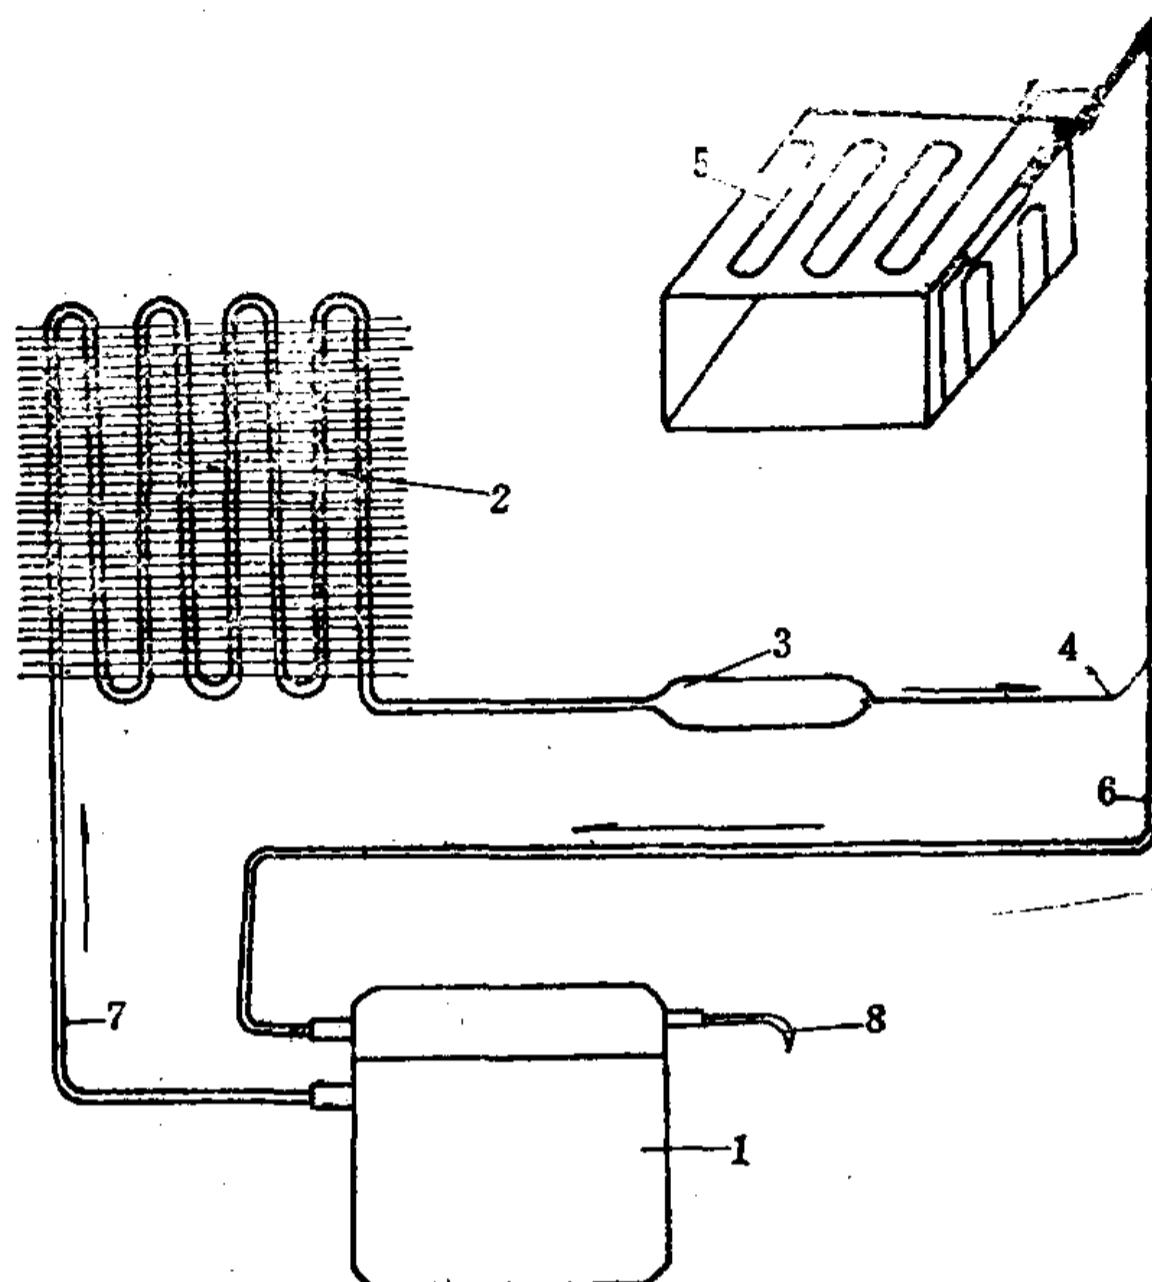

图1-1 全封闭蒸气压缩式电冰箱制冷系统示意图
(1) 全封闭蒸气压缩式电冰箱：如图1-1所示。是由压缩机、冷凝器、蒸发器、毛细管和低压管组成一个密闭的制冷系统；而压缩机则与电动机封闭在一个铁壳里；通过压缩机吸入从蒸发器来的低压蒸气，再排到冷凝器中去，所以称为全封闭蒸气压缩式电冰箱。它在理论和制造技术上是比较成熟的，使用寿命一般可达 $10\sim15$ 年，而且耗电省，制冷和使用效果都比较理想。因此，它是目前国内生产量最多，普及范围最广的电冰箱，并已逐步进入城乡家庭。本书将以它为重点，在以后各章节会详细介绍。